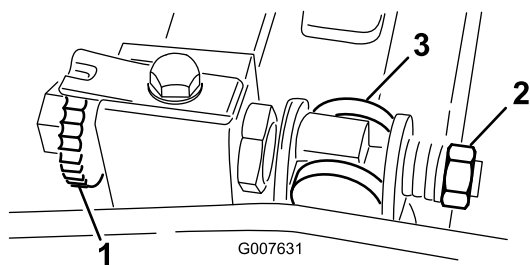

図 56
1. ベッドバー調整ねじを左に回して下刃とリールの接触を完全になくす 図 56。
2. スプリングテンションナットをゆるめて、ワッシャがベッドバーを全く押さないようにする 図 56。